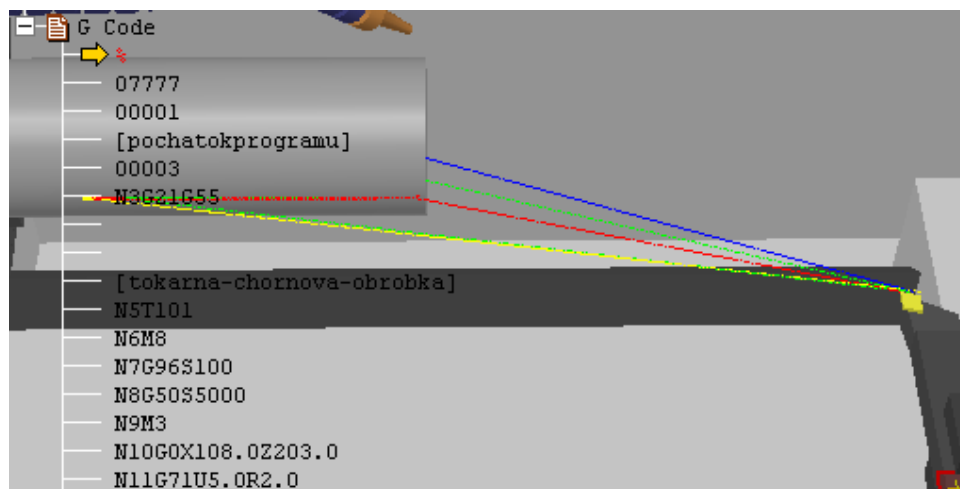

Рисунок 1.24 - УП та траєкторії переміщення інструментів
7.5. Тепер програма відкрилась в дереві G кодів і завантажилась у систему ЧПУ (рис. 1.24) Спостерігаємо, що побудувались траєкторії переміщення інструментів у вікні візуалізації.